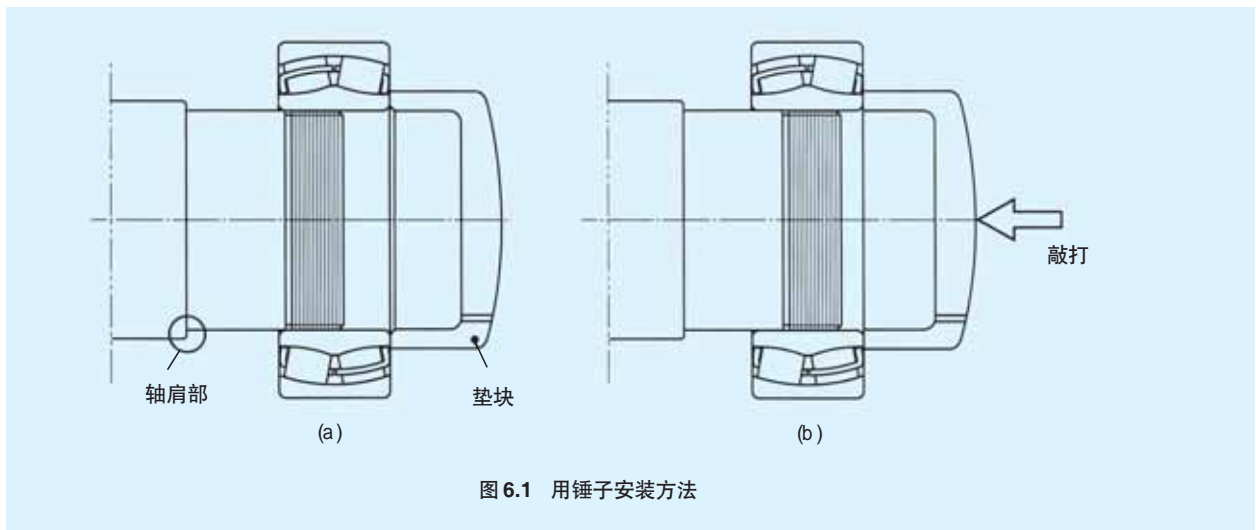

图 6.1 用锤子安装方法
3. 使套入的轴承内圈端面的倒角部尽可能与轴的轴承安装部位均匀接触，并将垫块前端平面均匀地与轴端侧的内圈端面接触(见图6.1(a))。
4. 垫块与轴心呈直角的状态，用锤子轻轻敲打垫块捶击侧的中央部(见图6.1(b))。